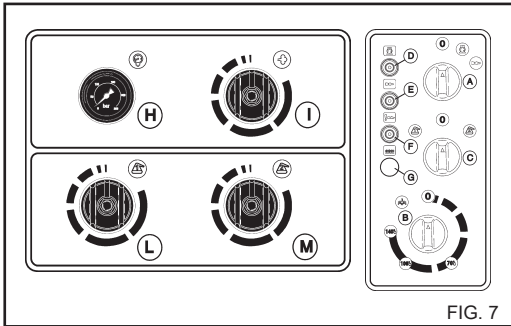

FIG. 7
Drej termostatknappen "B" (fig. 7) til damp position for at øge vandets temperatur ved leveringen.
Når du er færdig med at anvende "Damp fase", drejes termostatknappen "B" til position "0" (fig. 7). Derpå gives maskinen mulighed for at køle i 3 minutter med aftrækkeren aktiveret.
2) Start højtryksrensere, vælg rengøringsmidlet, som skal benyttes ("1" eller "2") (fig. 7), ved hjælp af vælgeren C). Åben hanen til det ønskede rengøringsmiddel L) rengøringsmiddel "1" eller M) rengøringsmiddel "2" (fig. 7) ved at dreje betjeningsknappen mod uret. Spred rengøringsmidlet ud over overfladen, som skal afvaskes ved at starte nedefra. Lad rengøringsmidlet virke et par minutter.
3) Indstil vælgeren for rengøringsmiddel C) (fig. 7) i pos. "0". Luk doseringshanerne ved at dreje betjeningsknapperne med uret.